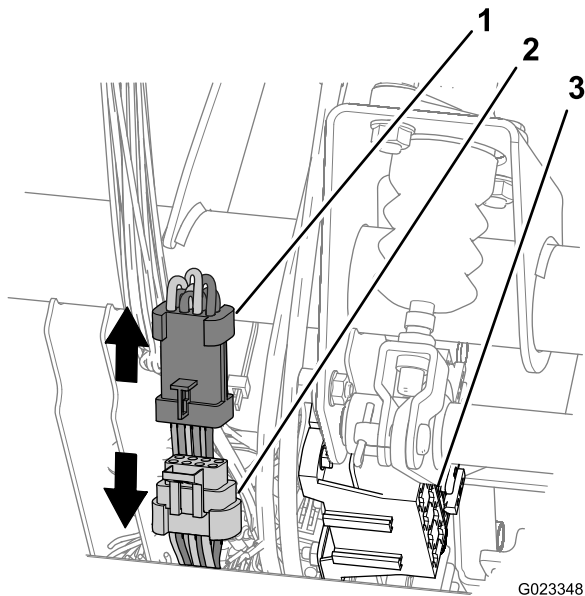

Figura 21
1. Na parte frontal da máquina e perto do bloco de fusíveis, localize os conectores de 8 pinos e 8 tomadas das cablagens frontais e traseiras da máquina (Figura 21).
2. Desligue os conectores de 8 pinos e 8 tomadas das cablagens frontais e traseiras (Figura 21).